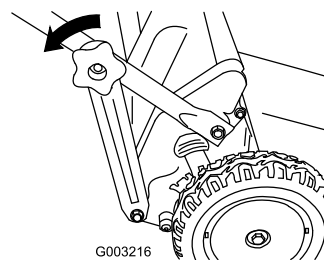

Figura 42
1. Togliete le manopole della sezione inferiore della stegola e staccate le staffe della sezione inferiore della stegola dall'estremità inferiore di entrambi i lati della stegola (Figura 42).